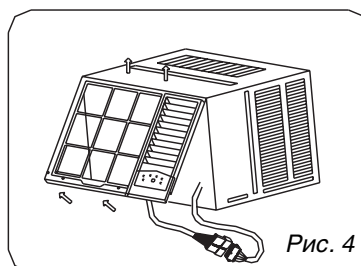

Рис. 4
2. Возьмитесь за левый нижний угол передней панели и снимите ее (рисунок 4).